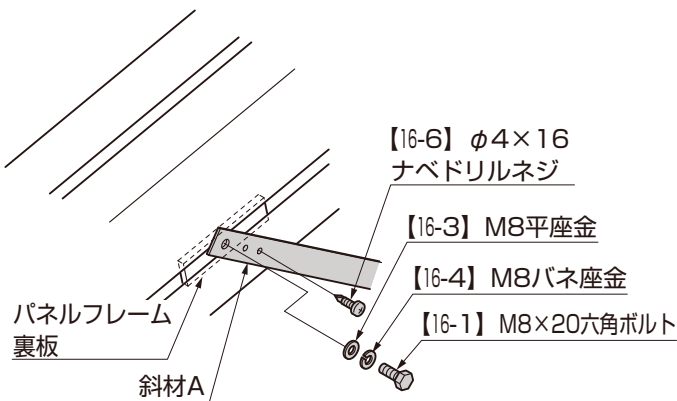

図3-1 A部斜材上部の取付け
- ②斜材A上側をパネルフレームに組付けた、パネルフレーム裏板に【16-1】、【16-3】、【16-4】、【16-6】で取付けてください。(図3-1参照)